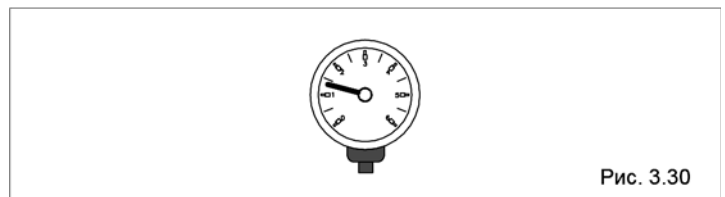

Рис. 3.30
- Перед выполнением данной операции убедитесь в том, что кран слива воды из котла (1) закрыт.
- Откройте запорные устройства на водопроводе и медленно заливайте воду до тех пор, пока манометр системы **в холодном состоянии** не покажет значение **1,5 бар** (рис. 3.30).